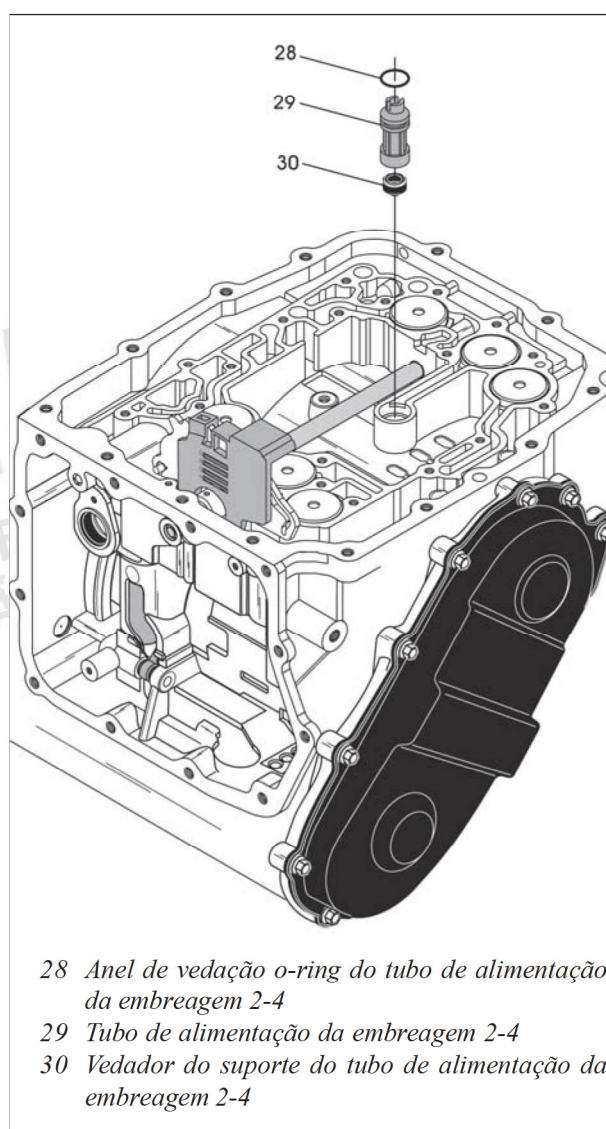

Figura 53
25. Remova o tubo de alimentação da embreagem 2-4 de seu alojamento na carcaça, conforme mostra a figura 53.
26. Remova e descarte o anel o-ring e vedador do suporte do tubo, conforme mostra a figura 53.